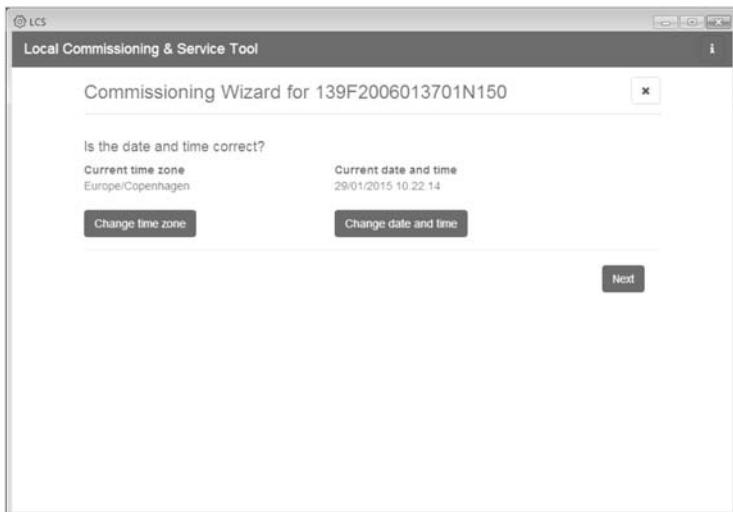

Imagen 5.3. LCS-Tool: comprobación de fecha y hora
4. Compruebe que la fecha y la hora sean correctas. De lo contrario, corríjalas y continúe. Consulte la imagen 5.3.